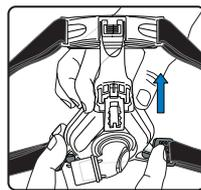

Abbildung 2
- Den StabilitySelector in die oberste Stellung bringen (Abbildung 2). Das Maskenpolster über die Nase halten.